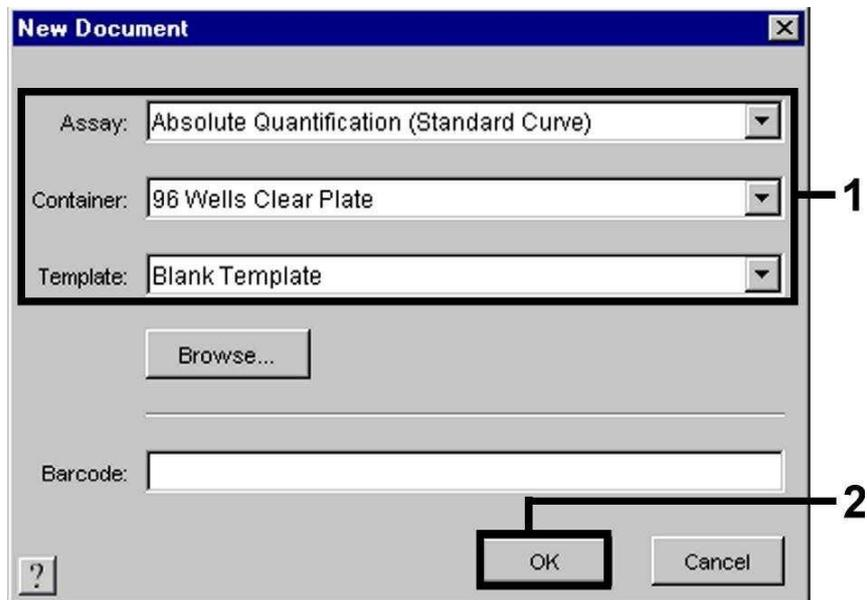

Fig. 11 : Pré-paramétrages lors de la création d'un nouvel essai PCR (*New Document*).
Dans le cas de l'ABI PRISM 7900HT SDS, sélectionner la commande *New* du menu *File* et définir les paramètres de base suivants pour le nouveau document (voir Fig. 11). Un modèle préalablement enregistré (*ABI PRISM SDS Template Document (\*.sdt)*) se trouve dans la liste *Template* ou peut être sélectionné à l'aide de la fonction *Browse* (voir **8.5.2.5 Enregistrement de l'essai PCR**). Confirmer les indications (OK).